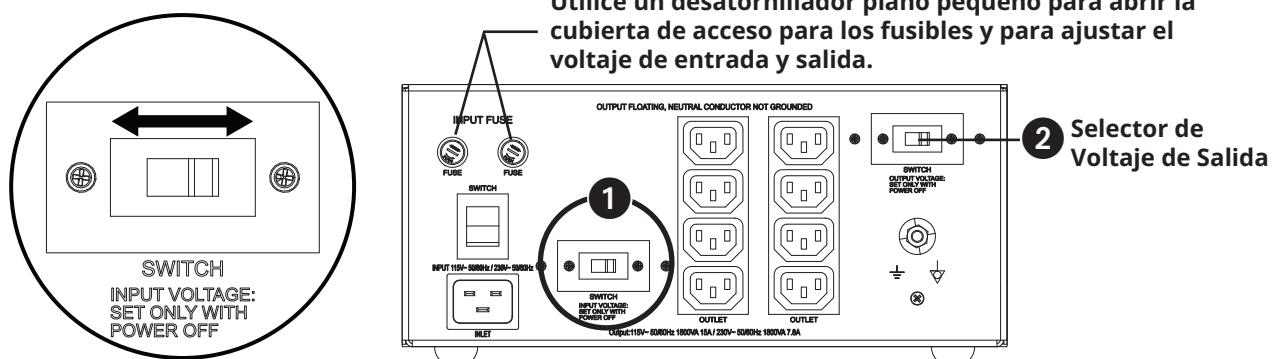

Figura 3
La selección de voltaje de entrada se realiza mediante el selector etiquetado "Input Voltage" [Voltaje de Entrada] ① (Figura 3). Están disponibles portafusibles independientes para el IS1800HGDV. Tendrá que introducir el valor correcto del fusible dependiendo del voltaje de entrada. Para el valor correcto del fusible, consulte la tabla en la sección 3.1.5. La selección del voltaje de salida se realiza con el selector del voltaje de entrada ②. La sección del switch del selector de voltaje de entrada/salida viene equipada con una cubierta de placa que tiene una pequeña abertura. Utilice un destornillador pequeño de punta plana para acceder a la pequeña abertura para configurar el voltaje de entrada/salida.